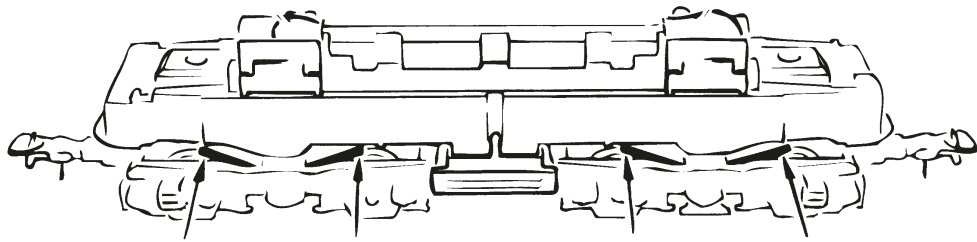

Fig. 7
3. Haftreifenwechsel: Zuerst <<DG od. GD>> abnehmen (Fig. 4). Danach den **Radsatz** herausnehmen und die **Haftreifen** mit einer Nadel od. mit einem feinen Schraubendreher abziehen (Fig. 7). Beim Aufziehen der neuen Haftreifen darauf achten, dass diese sich nicht verdrehen.
3. Change of traction tyre: Remove the <<DG od. GD GB>> (fig. 4). Take out **wheel set** and remove **traction tyre** using a pin or a fine screwdriver (fig. 7). When pressing on the new traction tyre please **avoid twisting it**.